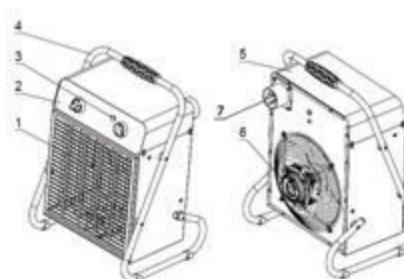

Рис. 1. Модели BHP-M2-15, BHP-M2-20
Несущая конструкция тепловентилятора (см. рис. 1) состоит из корпуса (5) и подставки-ручики (4). Вентилятор (6) расположен в задней части тепловентилятора. Органы управления вынесены на переднюю панель (2), дополнительно на панели располагается индикатор работы нагрева (3). Внутри корпуса расположены трубчатые электронагревательные элементы, закрытые с лицевой стороны тепловентилятора решеткой (1).